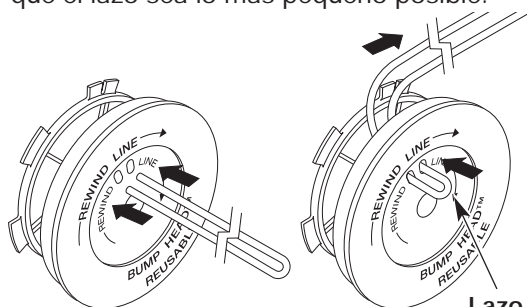

Figure 16
6. Corte aproximadamente 7,6 m (25 pies) de nueva línea de corte, luego envuélvala en dos longitudes iguales. Inserte cada extremo de la línea a través de uno de los dos orificios del carrete interior (Fig. 16). Pase la línea a través del carrete interior de modo que el lazo sea lo más pequeño posible.